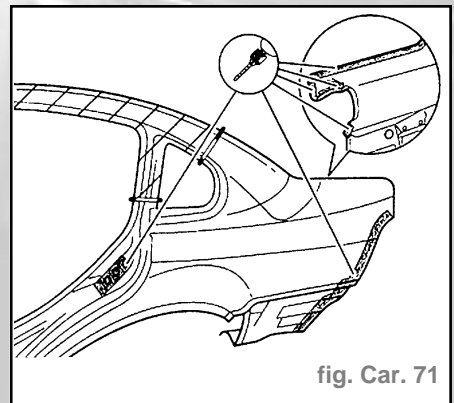

fig. Car. 71
- Reporter les lignes de coupe sur la pièce neuve et découper la zone hachurée (fig. Car. 71).